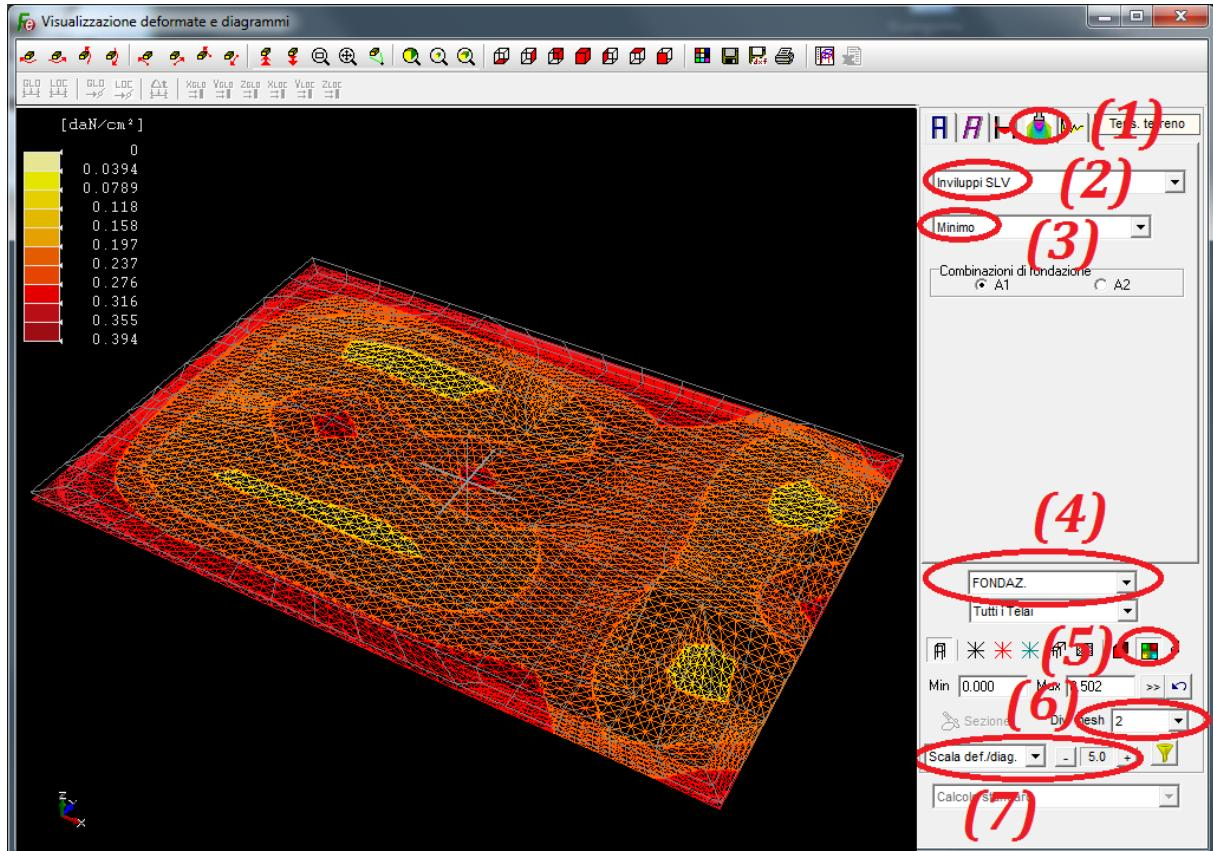
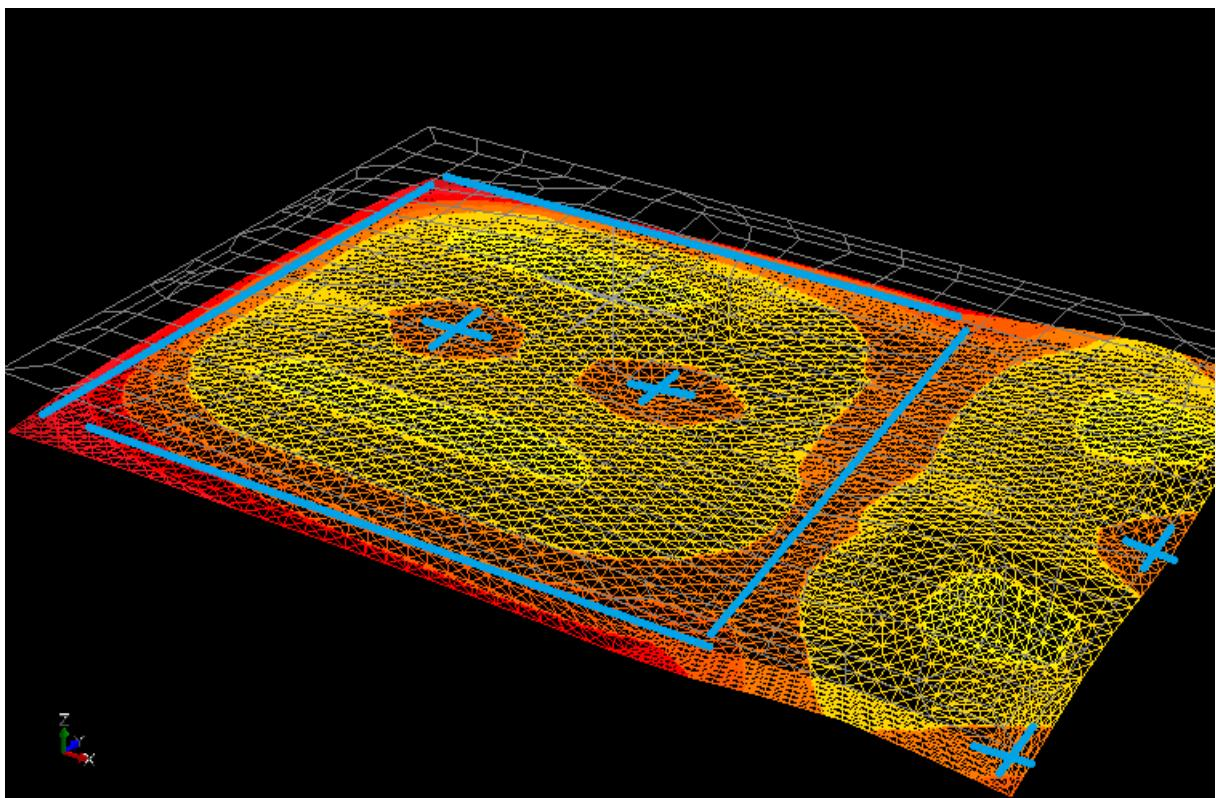
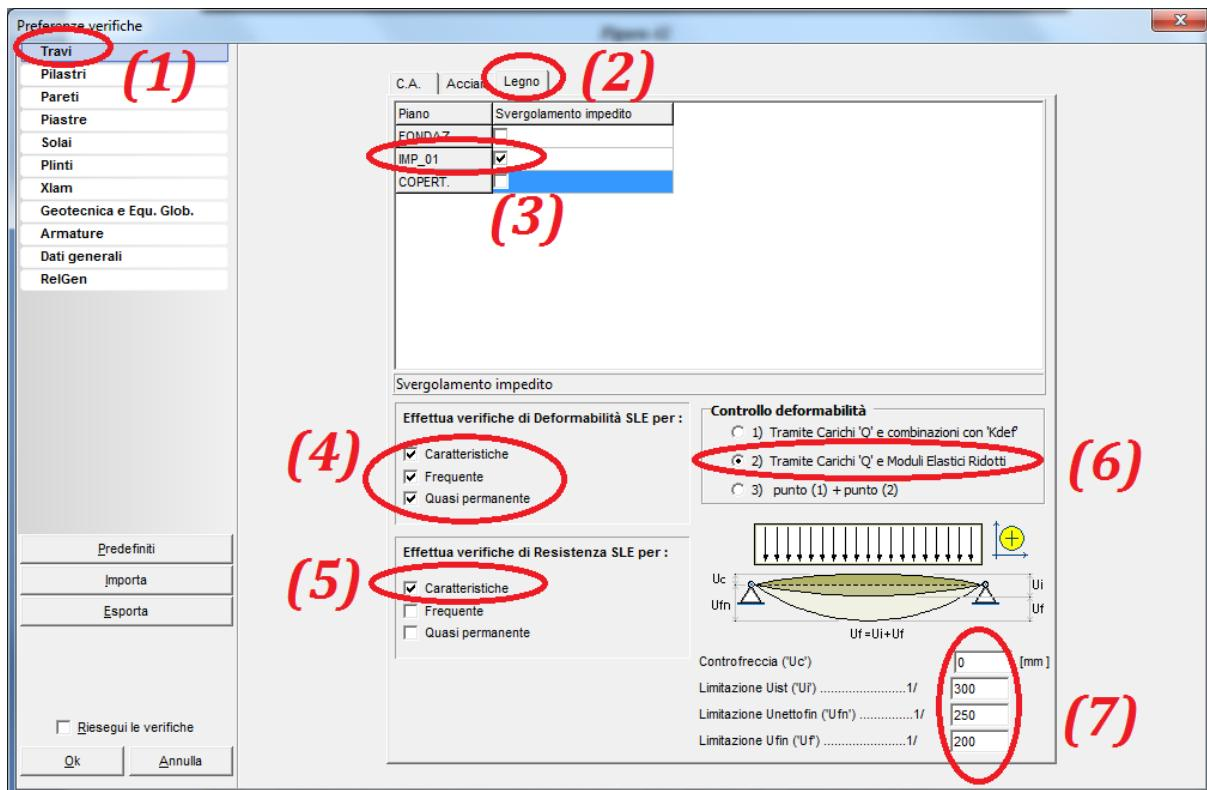

Figura 43
Figura 44
Figura 45
Per prendere visione, invece, degli stati sollecitazionali relativi, ad esempio, alla prima combinazione fondamentale SLV, con riferimento alla figura 43, selezionare (1) la scheda “Visualizzazione diagrammi” e, successivamente, la voce “Combinazioni SLV” (2).
Per esempio, dalla figura 43 e dall’andamento dei diagrammi del momento flettente si può capire come tutte le travi secondarie, disposte al primo impalcato, siano incernierate alle due estremità mentre le travi principali risultano prive di discontinuità in corrispondenza dei nodi di intersezione con le travi secondarie ed incastrata alle pareti in XLAM ed al pilastro centrale, coerentemente con quanto predisposto in fase di input nel corso dei passi precedenti. Con riferimento alla figura 44, selezionando la scheda “Tensioni terreno” (1) sarà possibile prendere visione degli stati sollecitazionali trasmessi dalla struttura al terreno e dovuti alla modellazione assunta di trave / piastra elastica su suolo elastico.
Il risultato grafico ottenuto dovrebbe essere, a questo punto, del tutto simile a quello riportato nella figura 44 in cui è possibile notare come le zone maggiormente sollecitate (con sfumature rosso - arancione) siano collocate in corrispondenza delle connessioni tra la platea di fondazione e gli elementi verticali strutturali mono e bi dimensionali proprio come evidenziato nella figura 45.